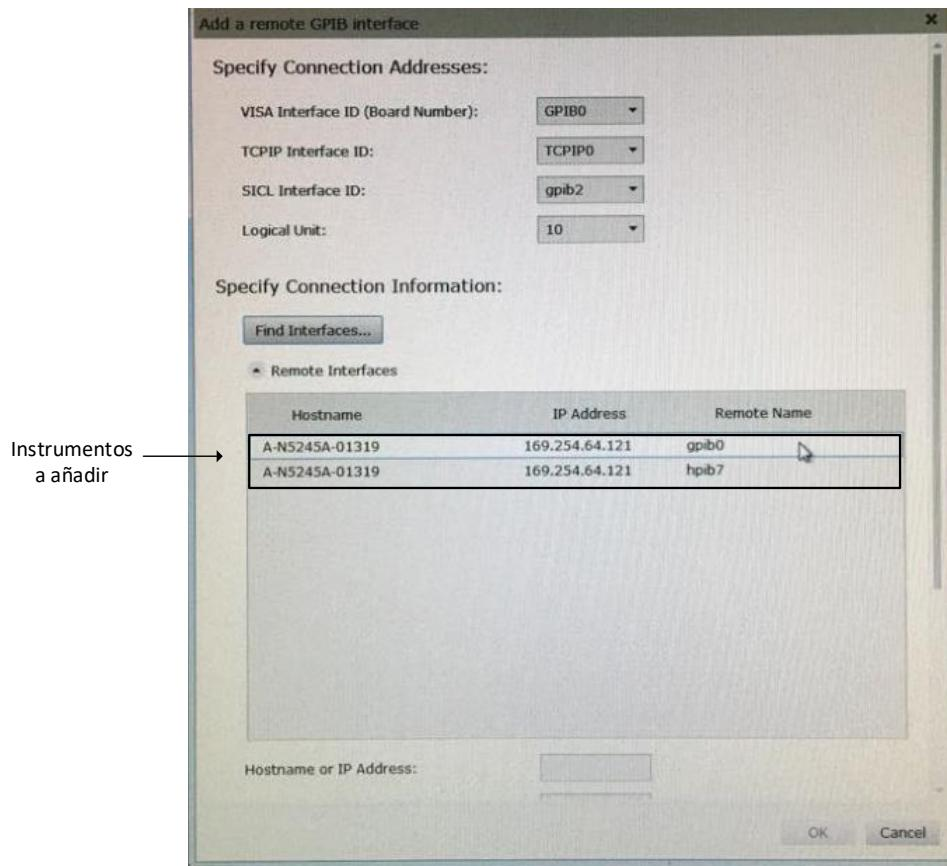

**Figura 8:** Interfaz Remota GPIB.
- b) En la nueva ventana que aparecerá realizar la configuración como se muestra en la **Figura 8**. En el caso que no aparezca disponible GPIB0 en el campo VISA Interface ID (Board Number), cerrar la ventana abierta dando click en el botón **cancelar**, ir a la ventana principal (**Figura 6**), y eliminar la **Remote GPIB (GPIB0)**, como se muestra en ( **Figura 9**), una vez eliminada repetir el punto anterior a).
- c) Presionar el botón Find Interface de la **Figura 8**. Aparecerán dos equipos (VSG y PNAX), seleccionar el instrumento cuyo Remote Name es gplib0 (VSG E8267D) (ver **Figura 10**) y presionar el botón OK. El instrumento añadido aparecerá en la sección **My Instruments** de la librería Keysight.